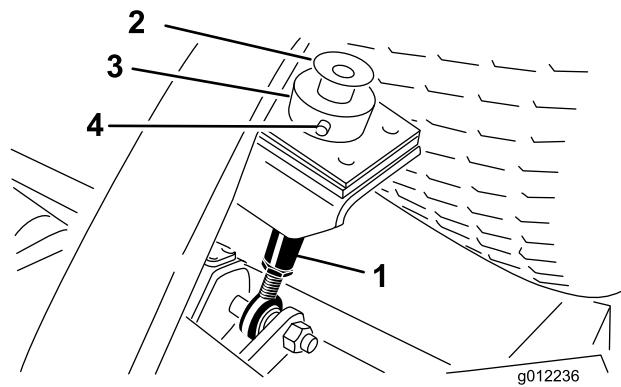

図 20
2. 各刈高ロッドの上部についているボルトとワッシャを外す(図 20)。
3. カッティングユニット後部で、刈高ロッドに刈高カラーを固定しているヘアピンとクレビス・ピンを外す(図 20)。刈高カラーを外す。